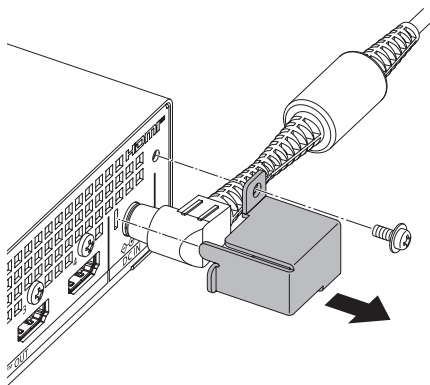

Fig. 1
1) Demontarea consolei de fixare a adaptorului c.a. (Fig. 1).